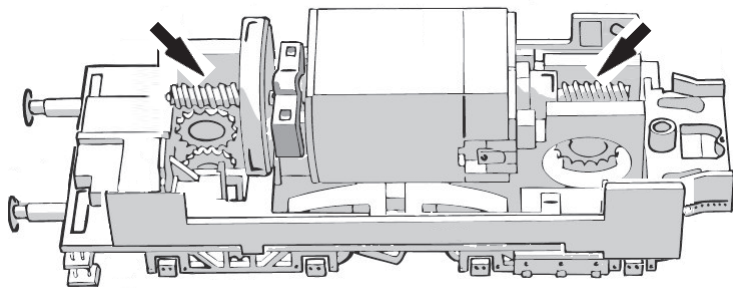

Fig. 7
1. Reinigung der Radstromkontakte: Radstromkontakte können auf unsauberen Schienen leicht verschmutzen. Entfernen Sie **vorsichtig** mit einem kleinen Pinsel **den Schmutz** an den in Fig. 7 gekennzeichneten Stellen.
1. Cleaning of wheel contacts: Wheel contacts easily get dirty on tracks which are not entirely clean. Use a small brush to **remove dirt** from spots marked in fig. 7.
Les lames de contacts risquent de s'encrasser rapidement sur des voies poussiéreuses. Veuillez **enlever la poussière** aux endroits marqués à la fig. 7 à l'aide d'un petit pinceau souple.